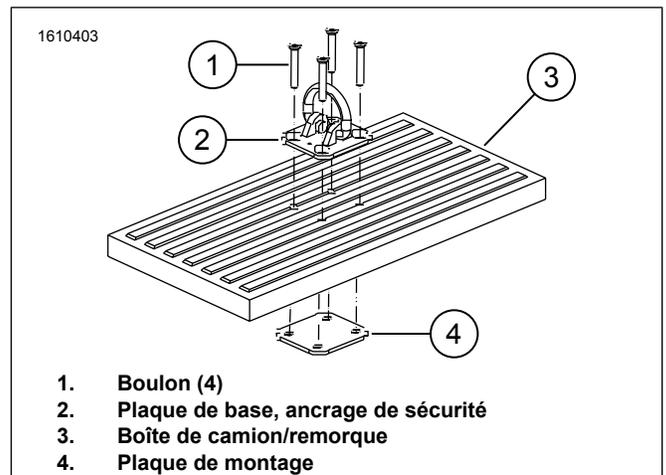
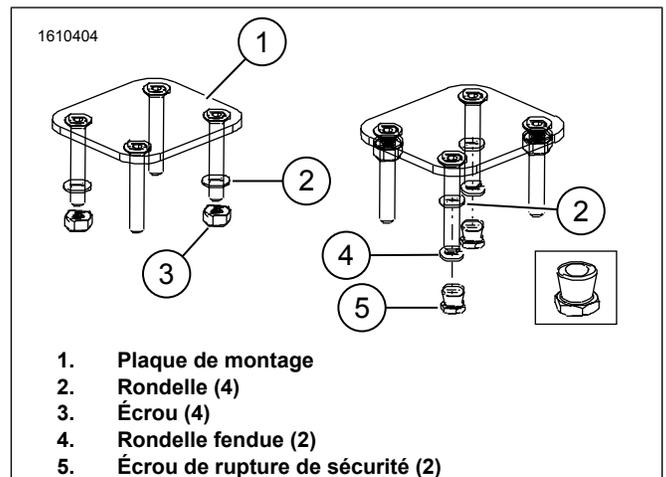

Figure 3. Installation d'ancrage de sécurité de la boîte du camion / remorque
Figure 4. Installation de la plaque de base
11. Voir la Figure 3. Installez la plaque de base (3) et quatre boulons à tête hexagonale (1).
12. Consultez Figure 3 et Figure 4. Installez la plaque de montage (4) sur la face inférieure de la boîte ou de la remorque du camion.
13. Installez la rondelle (2) et le contre-écrou (3). Serrez jusqu'à ce qu'ils soient serrés.
15. **Pour une installation permanente/protection supplémentaire** : Consultez Figure 3 et Figure 4 . Installez la rondelle (2), la rondelle fendue (4) et l'écrou de sécurité anti-effraction (5) sur les boulons restants.
16. Voir la Figure 4. Fixez les boulons de tête hexagonaux (1) en place avec une clé Allen de 6 mm, serrez tous les écrous de verrouillage (3) uniformément avec une clé jusqu'à ce qu'ils soient serrés.
17. Voir la Figure 4. Serrez les deux écrous de rupture de sécurité anti-effraction (5) en serrant jusqu'à 3 tours chacun jusqu'à ce qu'ils soient serrés.
18. Une fois bien serré, appliquez une force de rotation à la clé jusqu'à ce que les écrous de sécurité anti-effraction (5) se brisent. Cela rend les noix fixées en permanence.